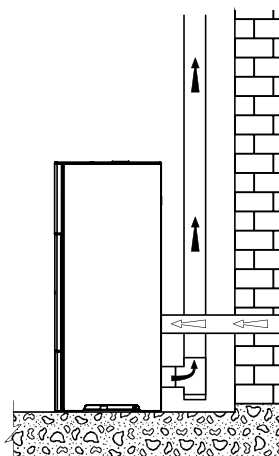

Fig. 5.6
- de ingang voor de verbrandingslucht van de kachel aan te sluiten op de luchtinlaat met behulp van een daarvoor bestemde buis (Afb. 5.6).